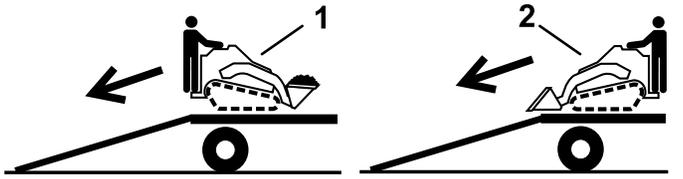

Bild 37
2. Fahren Sie beim Entladen vom Anhänger mit dem schweren Ende der Maschine auf die Rampe und befördern Sie Lasten niedrig (Bild 37).